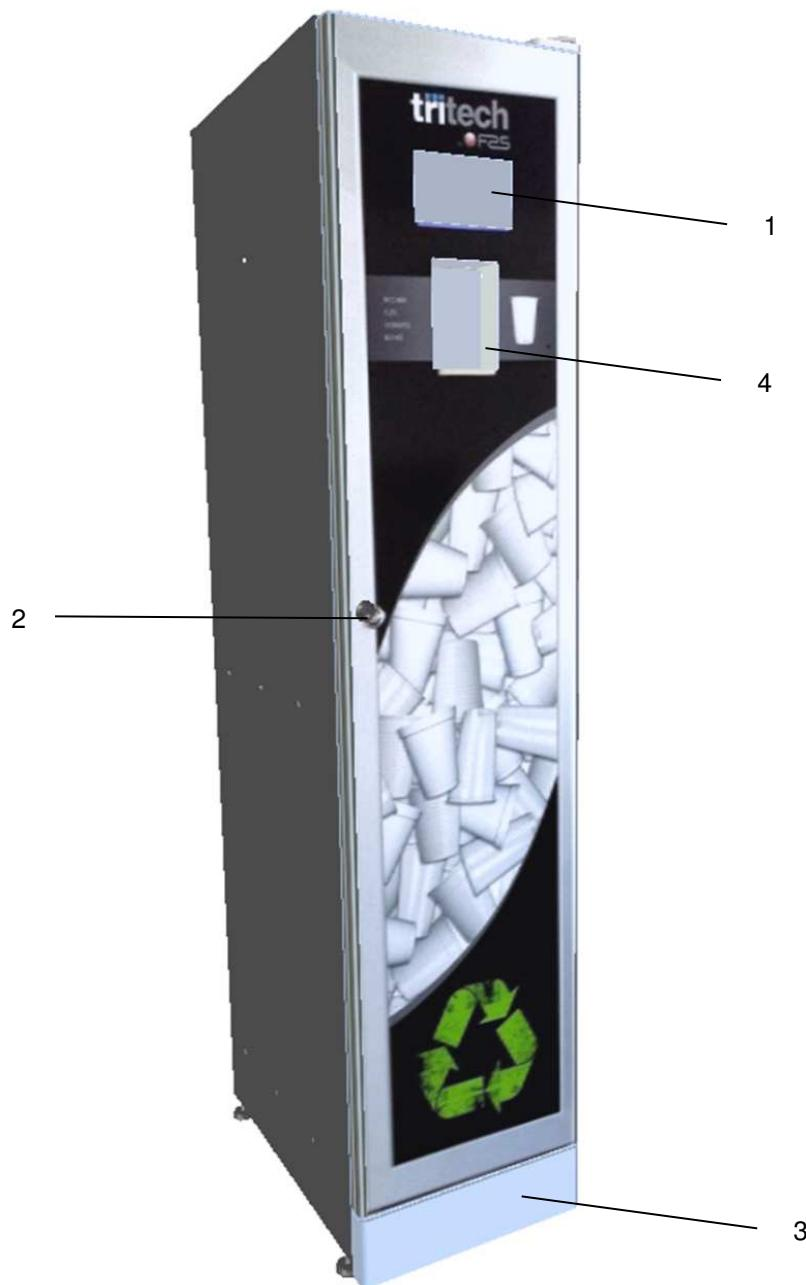

Fig. 3
2. El display touch (ref. 1 fig. 3) se enciende, esperar hasta que aparece el escrito: “**METER BOTELLA O LATA**” o bien “**METER VASO**”